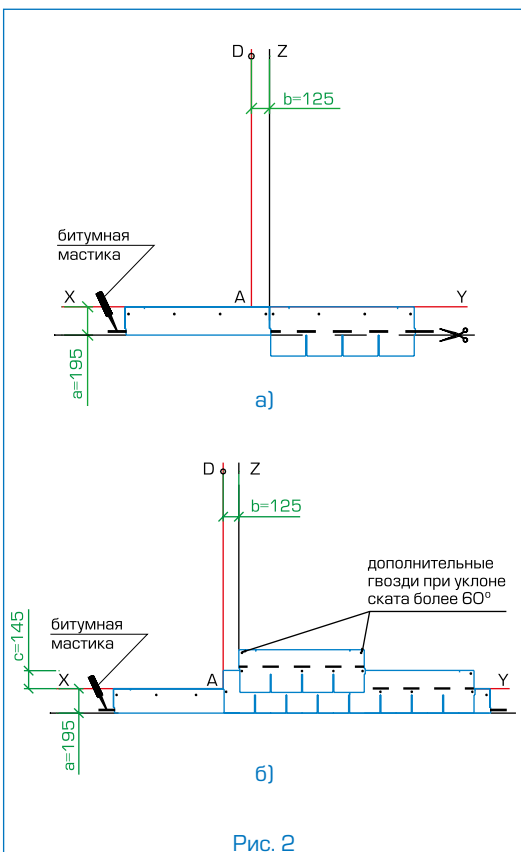

Рис. 2
### Укладка материала (рис. 2)
- Начальный ряд формируется из листов черепицы КЛАССИК обрезанных по линии образованной конечными точками вырезом. Полученные таким образом полосы шириной 19,5 см укладываются по линии карниза в обе стороны от линии Z (рис. 2а) и фиксируются по нижнему краю битумной мастикой, а по верхней кромке 4 гвоздями (ось гвоздей на 5 см ниже верхнего края полосы);
- далее первый ряд черепицы укладывается от линии AD (рис. 2б);
- второй ряд укладывается от линии Z (со смещением 12,5 см от AD) (рис. 2б);
Каждый лист черепицы КЛАССИК крепится 4 гвоздями (ось гвоздей на линии битумных клеевых полос) таким образом, чтобы гвоздь прошивал и верхний край нижележащего листа черепицы (рис. 2б).